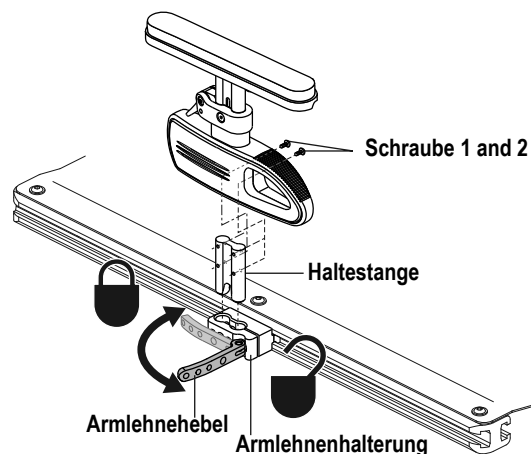

Abbildung 14. Position der Steuerung (abgebildet ist die Standard-Anbringung)
1. Entfernen Sie die Schrauben 1 und 2 aus der Haltestange. **Siehe Abbildung 14.**